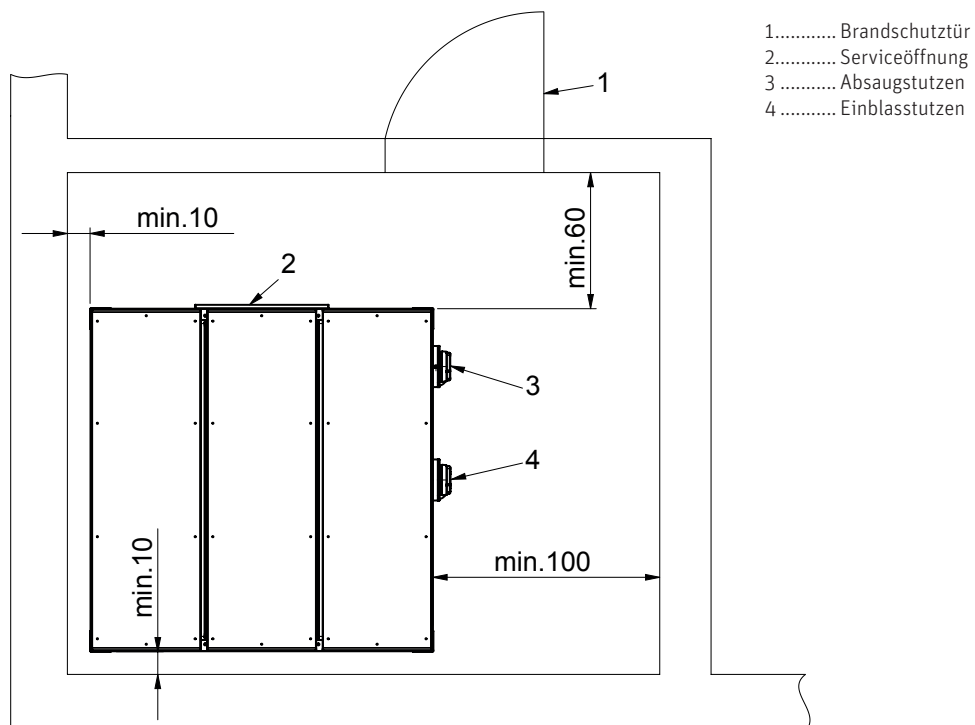

Fig. 2 Aufstellraum und Stahlblech-Tank – Ansicht von oben
- Seitlicher Platzbedarf mindestens 10 cm zur Wand bzw. bei der Kontrolltür und bei den Einblasstutzen und Absaugkupplung zum Anschließen der Schläuche mindestens 100 cm – Fig. 2.